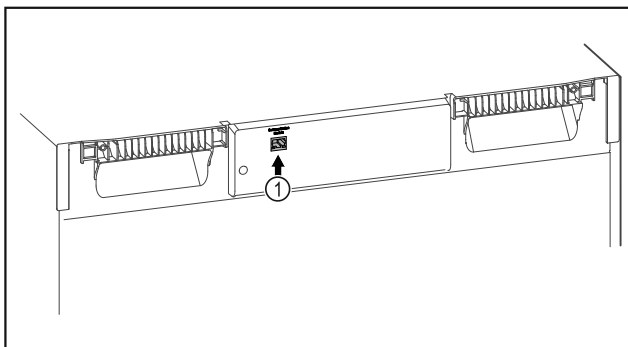

Fig. 107
- Το SmartModule Fig. 107 (1) χρησιμοποιείται.